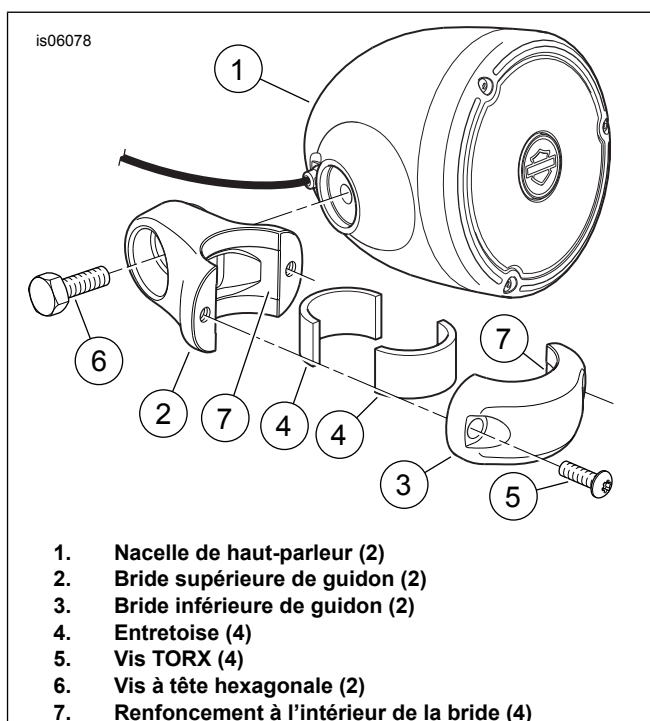

Figure 3. Installation des haut-parleurs montés sur le guidon
1. Voir Figure 3. Prendre les articles suivants dans le kit :
- ensemble de nacelle de haut-parleur (1)
- deux brides supérieures de guidon (2)
- deux brides inférieures de guidon (3)
- quatre entretoises (4)
- quatre vis (5)
- deux vis (6)